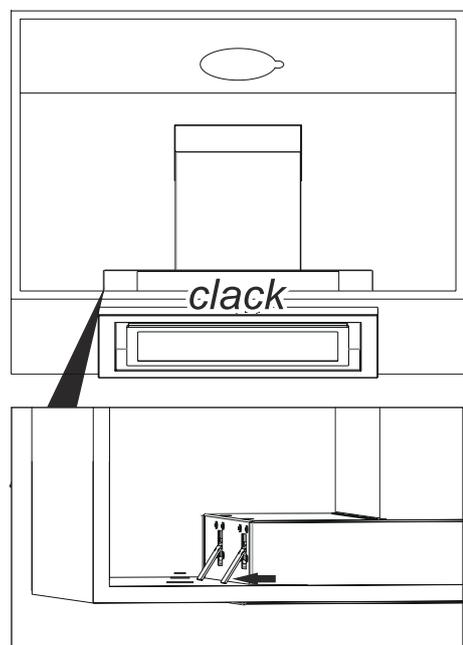

Fig. 16
4. ➤ Asegúrese de que el mecanismo de suspensión en el lado corto derecho e izquierdo de la campana, bloquee el producto(Fig. 16).